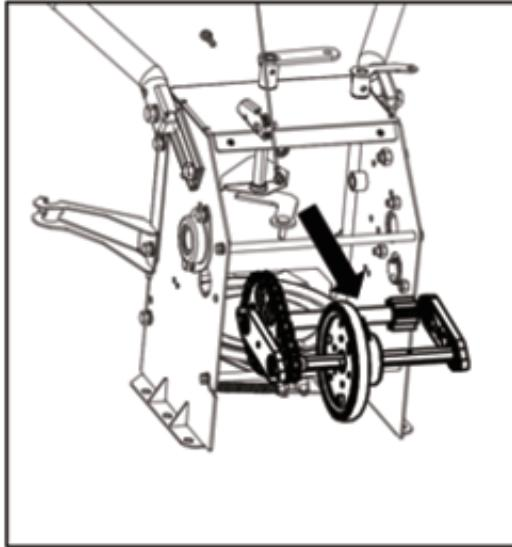

Рисунок 26
- С силой потянуть за шестигранный вал, снять шестигранный вал и переходной вал в сборе (см. Рисунок 26).